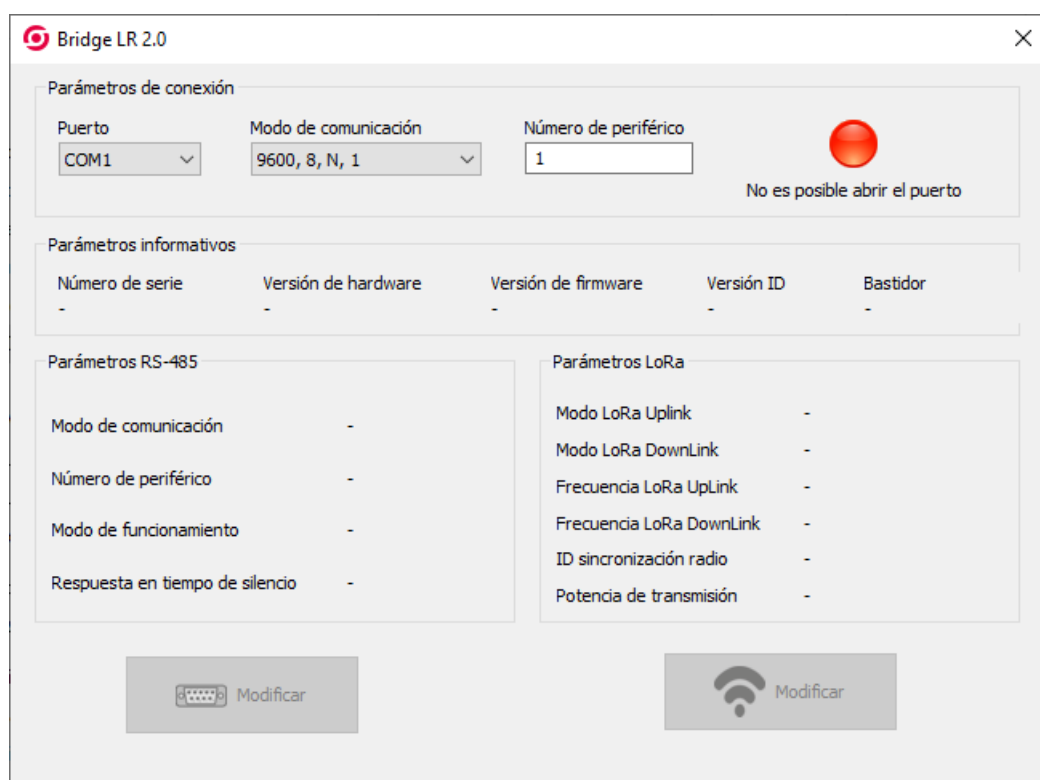

Figura 6: Software de configuración: pantalla inicial.
- 2.- Ejecutar el software de Configuración en el ordenador, aparece la pantalla de la **Figura 6**.